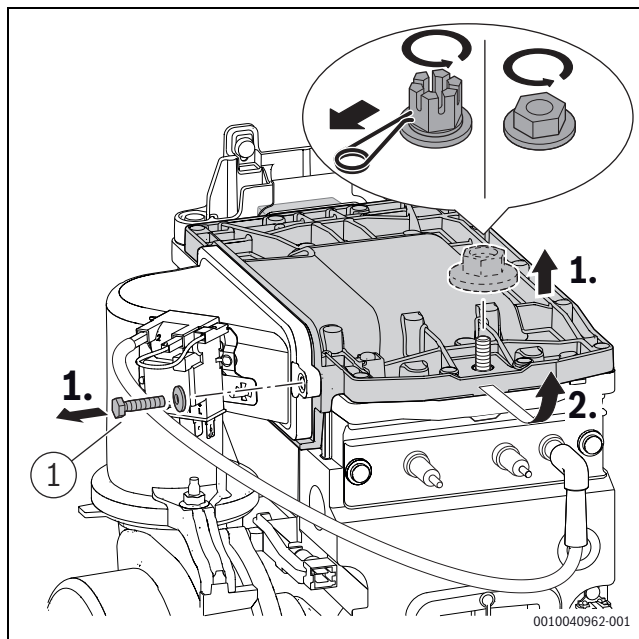

Fig. 42 Desmontar a tampa do queimador
- Apertar o parafuso ([1], fig. 42) na tampa do queimador com $5,5 \pm 0,5$ Nm.